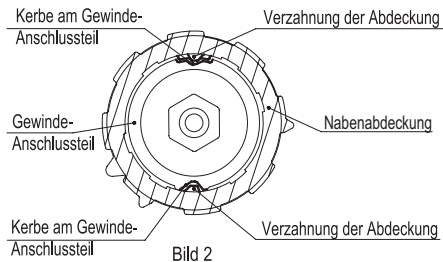

Bild 2
- Das Oberteil aufstecken. Zur lagegerechten Montage dienen Noppen am Oberteil und Ausnehmungen am Gewindeanschlussteil (Abb. 2).